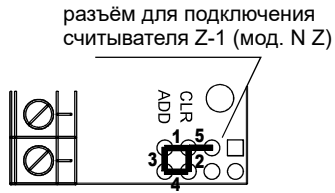
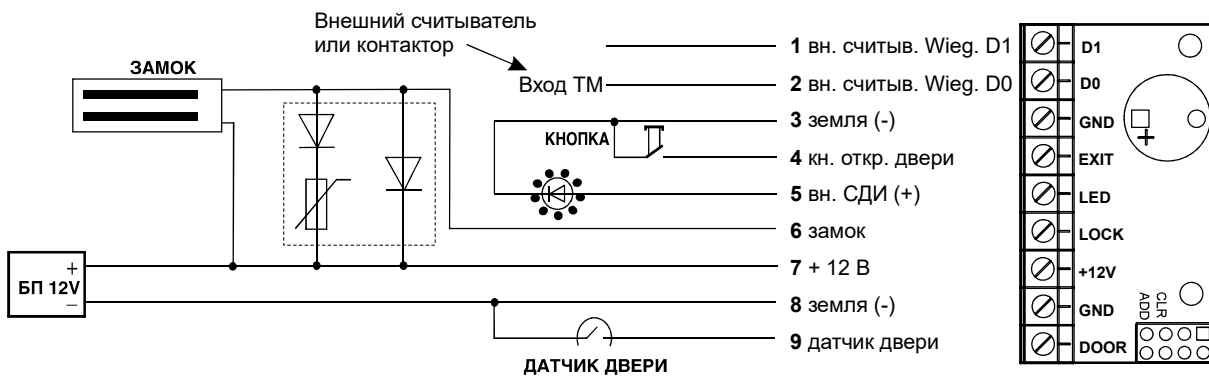

Рис.2 Положения перемычки
Рис.5 Схема подключения внешних устройств
В комплект поставки контроллера Z-5R (мод. Wiegand 5000) входит переключатель, которая используется для программирования контроллера (всего пять положений) (см. рис.2).
на напряжение до 14 вольт и рассеиваемой энергией от 0,7 Дж (рекомендуется V8ZA2P) (см. Рис.5).
3. Установите защитный диод (см. Рис.5). В случае, если замок электромеханический, установите переключку в положение 1 (см. рис.2).